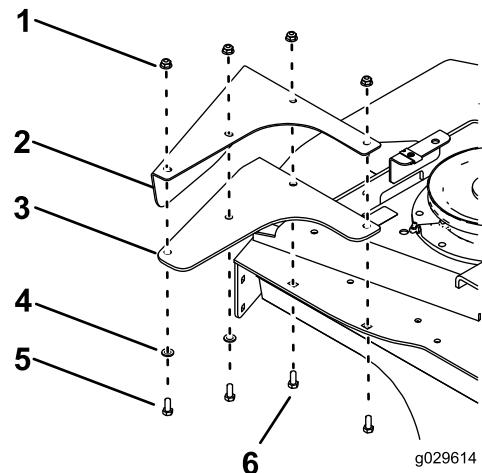

Figura 13
8. Monte el protector de pie izquierdo y un deflector en la parte superior y lateral de la carcasa de corte con 2 pernos de cuello cuadrado (5/16" x 7/8"), 2 pernos de cuello cuadrado (5/16" x 3/4"), 2 arandellas y 4 tuercas (5/16"), según se muestra en Figura 13.